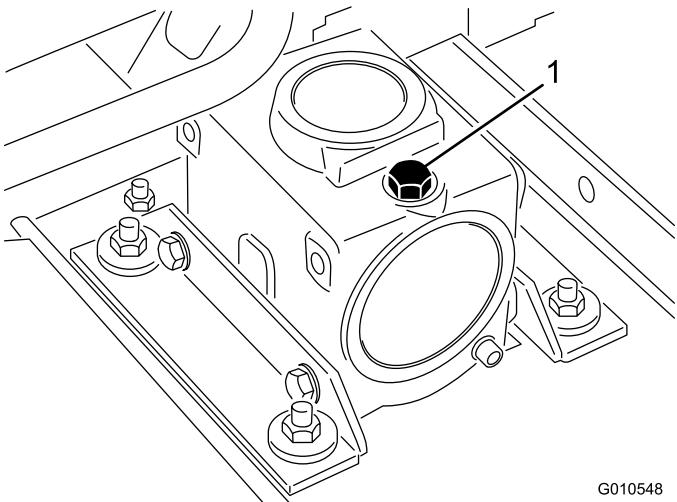

Figura 7
2. Retire a vareta/tampão de enchimento da parte superior da caixa de velocidades (Figura 7) e verifique se há lubrificante entre as marcas da vareta. Se o nível de lubrificante estiver baixo, adicione lubrificante suficiente até o nível ficar entre as marcas.